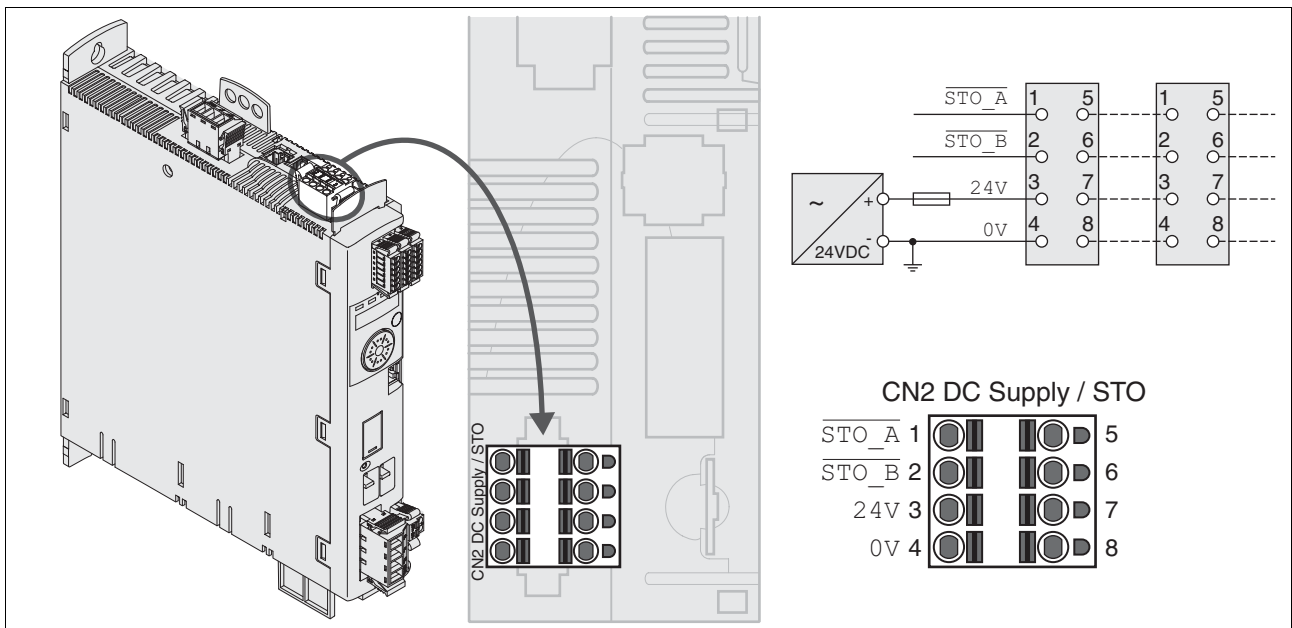

图 6.16 控制系统电源接线图
- CN2 接头、针脚 3 和 7 以及 CN2、针脚 4 和 8 (见图 6.16) 可作为 24V/0V 接头而用于其它的用电器。1 注意最大允许端子电流 (“压簧端子 CN2 的属性”)。